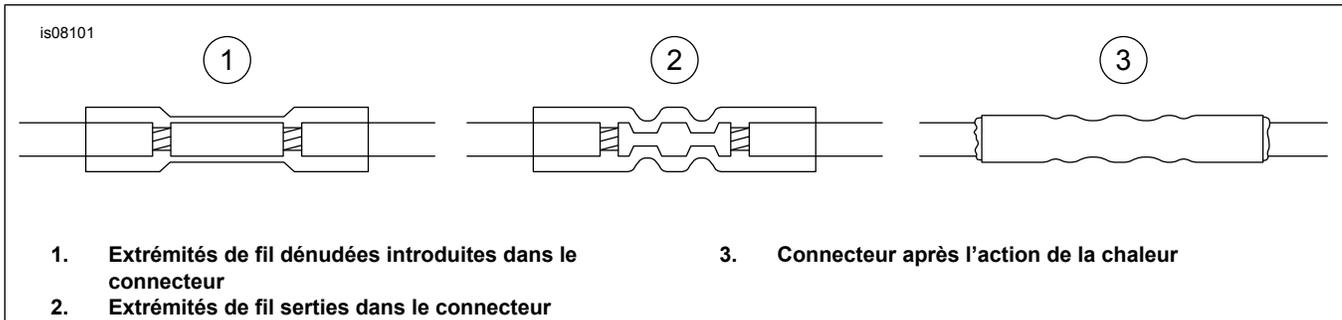

Figure 2. Installation de connecteurs bout à bout scellés
- f. Voir Figure 2. Introduire chaque extrémité dans les extrémités opposées d'un connecteur bout à bout.
- h. Voir Figure 2. À l'aide du chalumeau UltraTorch UT-100 (H-D 39969), du pistolet thermique Robinair (H-D 25070) avec accessoire de thermorétrécissement (H-D 41183), ou de tout autre appareil de chauffage par rayonnement approprié, chauffer uniformément l'épissure sertie pour encapsuler la connexion bout à bout. Chauffer du centre du sertissage vers chaque extrémité jusqu'à ce que le produit d'étanchéité fondant déborde aux deux extrémités du connecteur.